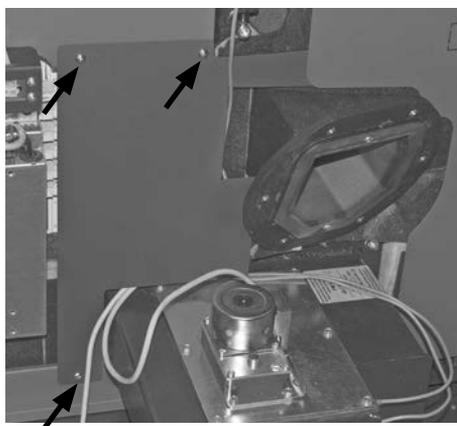

Fig.195 Copertura sopra gli scarichi della trazione
- Avvitare la copertura sopra gli scarichi della trazione con 3 viti autofilettanti – Fig.195.